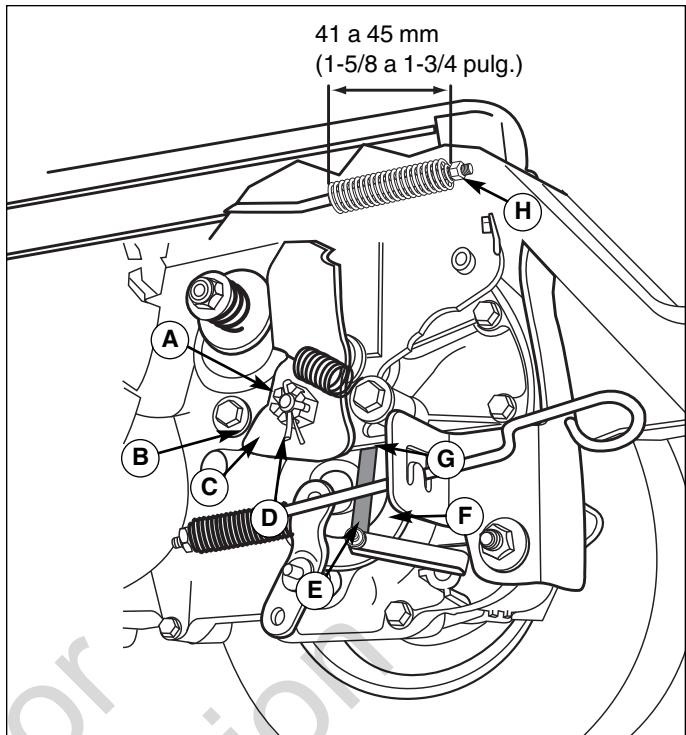

Figura 25. Ajuste del freno
2. El brazo del freno (C, Figura 25) debe tocar la detención (B).
3. Retire el pasador de aletas (D) y suelte la tuerca almenada (A). Coloque un calibrador de separaciones de 0,4 mm (0,015 pulg.) (E) en la separación entre el disco de freno (F) y el patín del freno (G).
- a. Para reducir la separación, inserte un calibrador de separaciones en el espacio y gire la tuerca (A) en el sentido de las agujas del reloj hasta que sienta resistencia en el calibrador. Para aumentar la separación, gire la tuerca (A) en sentido contrario al de las agujas del reloj y vuelva a revisar la separación.
4. Coloque el freno de estacionamiento. Suelte o apriete la tuerca de ajuste (H) para lograr una longitud comprimida del resorte de 41 a 45 mm (1-5/8 a 1-3/4 pulg.), como se muestra en la Figura 25.